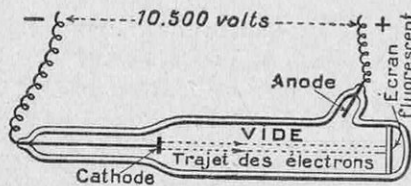
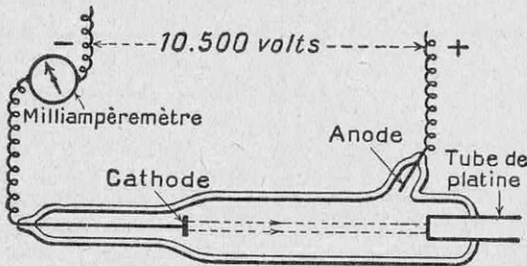

FIG. 10. — UN MOYEN DE PRODUIRE DES ÉLECTRONS LIBRES ANIMÉS DE GRANDES VITESSES
FIG. 14
On emploie, pour cela, un tube de verre (fig. 10) où règne un vide assez poussé (de l'ordre d'un cent-millième d'atmosphère). Ce tube comporte deux « électrodes » métalliques (en aluminium, par exemple) : l'un, la cathode, qui communique avec le pôle — d'un générateur à haute tension ; l'autre, l'anode, relié au pôle +. Les électrons quittent la cathode en ligne droite (1) et viennent former une tache lumineuse, verdâtre, sur l'écran fluorescent, placé à l'intérieur du tube,
1° La figure 11 représente à nouveau une portion du tube (fig. 10), complété par un condensateur (interne). Supposons que les électrons, qui arrivent à nouveau de la gauche, parcourent 5 centimètres entre les armatures du condensateur et que l'écran fluorescent soit 5 centimètres plus loin. Les armatures sont distantes de 2 centimètres ; le plateau supérieur communique au pôle — d'une batterie de 3.000 accumulateurs, le plateau inférieur au pôle +. Si le commutateur K (fig. 11) est ouvert, les électrons
vitesse des électrons qui arrivent de la gauche. Plus cette vitesse sera grande, plus les armatures seront rapprochées, plus les accus devront être nombreux, plus le courant d'excitation de l'électro devra être choisi petit. Si la tension qui met les électrons en mouvement est 10.500 volts (fig. 10), l'expérience montre que la vitesse des électrons atteint le nombre respectable de 60.000 kilomètres par seconde, c'est-à-dire presque 100.000 fois la balle d'un fusil Lebel au départ. On conçoit en quelle fraction de seconde ils franchissent les 20 ou 30 centimètres qui séparent la cathode de l'écran !
Pour obtenir des électrons encore plus rapides, il suffit d'accroître la tension aux bornes du tube de la figure 10. Les électrons lancés dans
Ces trois dessins représentent une portion du tube dessiné en entier sur la figure 10 ; les électrons arrivent de la gauche et atteignent l'écran fluorescent. — Fig. 11 : Le commutateur K est ouvert ; le condensateur n'est pas chargé : les électrons parviennent en O. — Fig. 12 : On ferme le commutateur (suivant K') ; la tache
Nous reprendrons, avec quelques modifications, le tube à vide de la figure 10 ; nous joignons au circuit (fig. 14) un milliampèremètre qui nous servira (puisque l'on connaît la charge électrique d'un seul électron) à compter les électrons qui, à chaque seconde, s'élanceront dans le vide à partir de la cathode. De plus, nous remplaçons l'écran fluorescent par un tube cylindrique, en platine, soudé au verre. Si, comme il est indiqué sur la figure 14, nous soumettons le tube à vide à la haute tension (10.500 volts), on observe que le fond du tube de platine ne tarde pas à être porté au rouge : il est très remarquable, quand on réfléchit, de pouvoir échauffer considérablement un fragment de métal par des corpuscules infinitésimaux, lancés à travers le vide...
traire, les électrons arrachés par la lumière (photoélectricité), par la chaleur (émission thermoélectronique), par la décharge disruptive (fig. 10), faisaient primitivement partie de l'atmosphère électronique et même — plus précisément — des hautes couches de cette atmosphère (électrons périphériques).